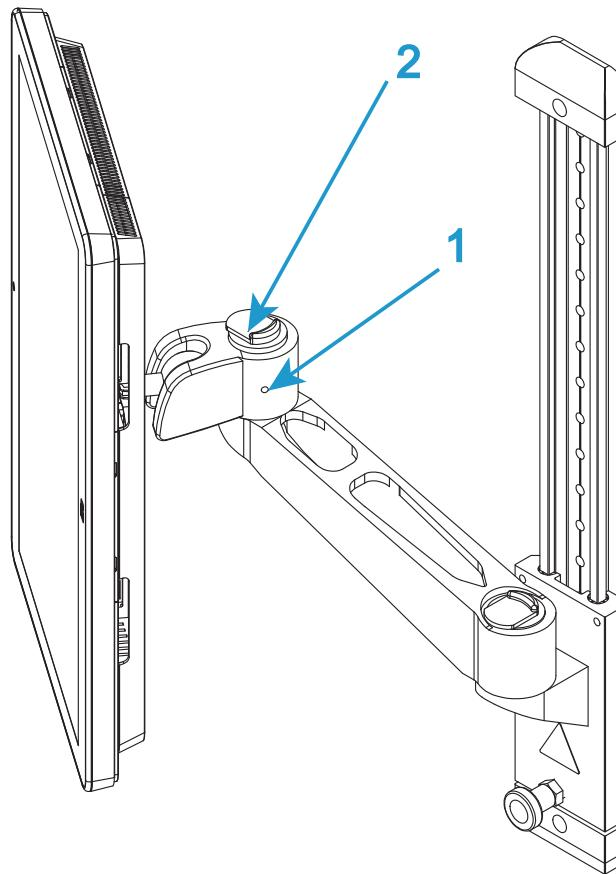
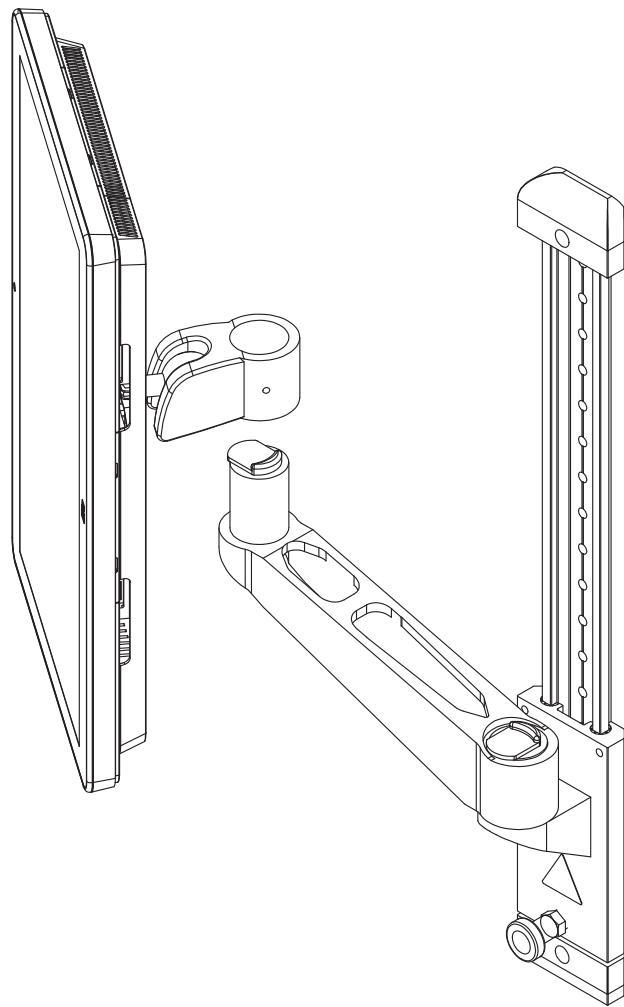

Figura 10. Braccio di montaggio
Figura 11. Sollevare per rimuovere
3. Se necessario, allentare la vite di fissaggio posta lateralmente sul "gomito" del braccio di montaggio (1 in Figura 10 a pagina 51).
4. Mettere in funzione il meccanismo di rilascio sulla parte superiore del "gomito" (2 in Figura 10 a pagina 51) e sollevare Dashboard operatore[®] Bluehill lontano dal braccio di montaggio (Figura 11 a pagina 52).